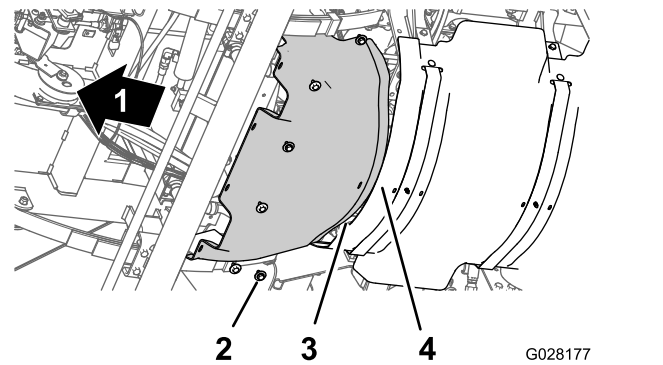

Figure 62
1. Alignez la bride arrière de l'écran pare-chaueur avant et la bride avant de l'écran pare-chaueur arrière (Figure 62).
2. Alignez les trous de l'écran pare-chaueur avant et les trous filetés du châssis (Figure 62).
3. Montez l'écran pare-chaueur avant sur la machine au moyen des 6 boulons à tête hexagonale et des 6 rondelles (Figure 62) retirés à l'opération 3 de Dépose de l'écran pare-chaueur avant \(page 56\).